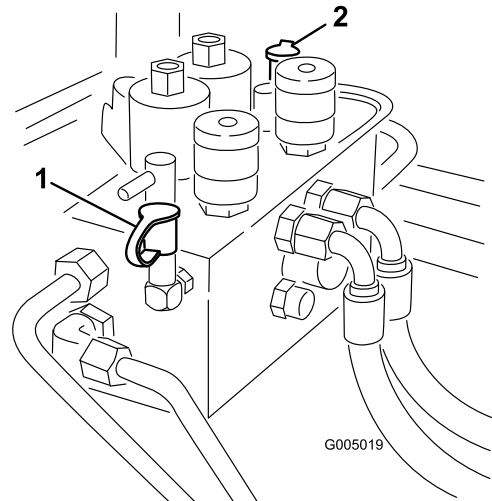

図 81
2. テストポート 図 81 は前カッティングユニットの油圧回路の故障探究用です
3. テストポート 図 81 は後カッティングユニットの油圧回路の故障探究用です